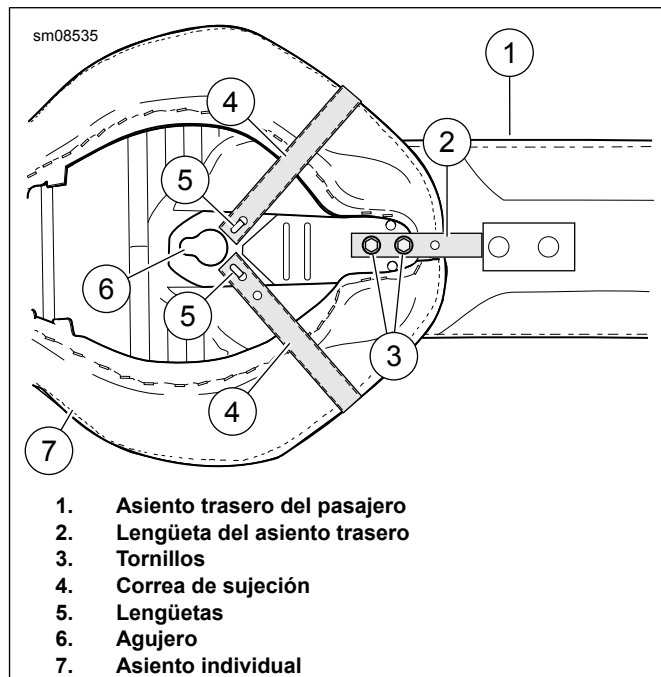

Figura 4. Instalación del asiento trasero y de la correa de sujeción
6. Ver Figura 4. Sujete el asiento trasero del pasajero al asiento individual deslizando la pieza de soporte de metal del asiento trasero sobre el asiento individual. Adhiera la lengüeta de metal del asiento trasero al asiento individual con tornillos de reborde (3). Ajuste a 4,5–6,8 N·m (40–60 in-lbs).
7. Instalar la correa de sujeción (4) en la parte inferior del asiento. Enganchar un lado de la correa de sujeción sobre la lengüeta (5) en la parte inferior del asiento. Enganchar la correa de sujeción sobre el asiento. Enganchar el lado restante a la otra lengüeta.